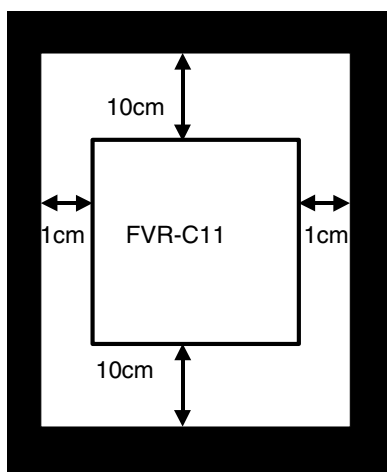

Figura 2-2-1 Dirección de instalación y espacio de montaje
2. El variador genera calor durante el funcionamiento: Permita suficiente espacio en torno a la unidad como se muestra en la Figura 2-2-1. Debido a que el aire calentado por el variador se disipa hacia arriba por los ventiladores incluidos, no instale el variador debajo de dispositivos poco resistentes al calor.